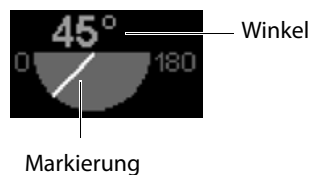

Abbildung 7 Abtastebenen-Anzeige
Eine Abtastebenen-Anzeige auf dem Systembildschirm zeigt die Richtung an. Der Winkel der Abtastebene wird durch eine Markierung und einen Wert angezeigt. Siehe Abbildung 7. Der Bildschirm zeigt den Winkel relativ zur standardmäßigen monoplanaren Position, die als 0° angegeben wird. Der Winkel der Abtastebene erstreckt sich von 0° bis 180°.
- 4 Darauf achten, dass sich das angezeigte Bild entsprechend den Zahlen auf der Abtastebenen-Anzeige ändert. Siehe Abbildung 7.